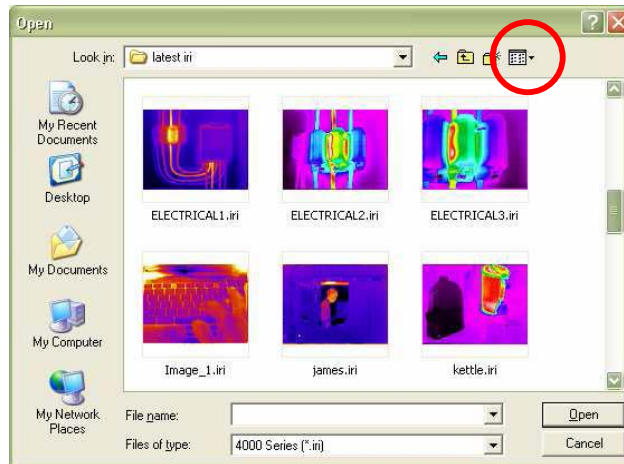
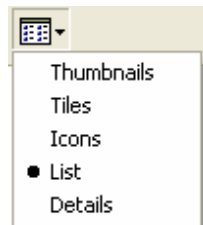

Bild 28: Windows Explorer
Bild 29: Visningsalternativ
- 1) Öppna - Använder Windows Explorer (se Bild 28) för att öppna en iri fil från din dator.
Iri-filerna kan förhandsgranskas i vilken av de fem olika Windows Explorer vyerna som helst (Miniatur, sammanfattning, ikon, lista eller detaljerad lista) genom att välja "View"-knappen i Windows Explorer (visas i Bild 28 och Bild 29).
- 3) Spara som... – bilderna sparas genom ett liknande fönster som ”Öppna”-fönstret i Bild 28, men ett filnamn måste anges.
- 2) Kopiera till Bitmap – Detta kopierar en skärmbild av applikationsfönstret eller temperaturbilden som en bitmapbild genom en dialogruta som liknar den i Bild 28 ovan.